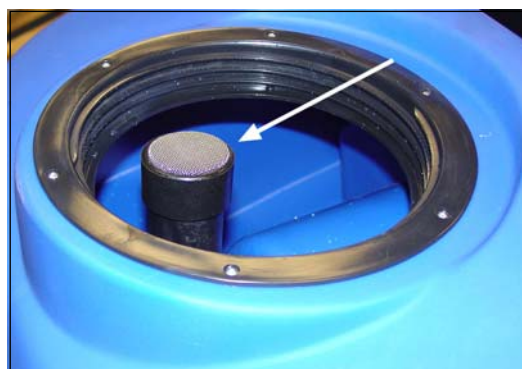

Figure 30
3. Assurez-vous que l'écran du filtre (1) au niveau du moteur d'aspiration est propre et correctement installé dans le réservoir de récupération (voir figure 30).